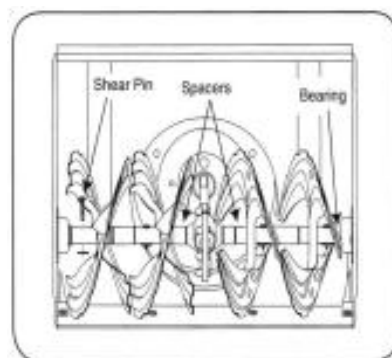

Bild 26
- De roterande bladen monteras i sin axel med två brytpinnar och saxprintar. Snöslungan är utformad så att tapparna kan gå av om de roterande bladen träffar ett främmande föremål eller is. Se bild 26.